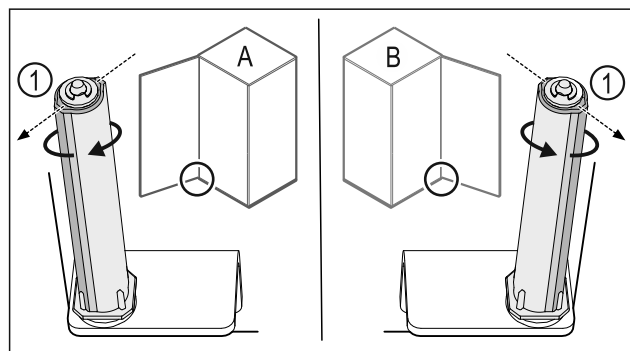

Fig. 39 Atidarymas į kairę (A) / atidarymas į dešinę (B)
- ▶ Sukite uždarymo sistemą, įveikdami pasipriešinimą, kol uždarymo sistemos pertvara Fig. 39 (1) bus nukreipta į išorę.